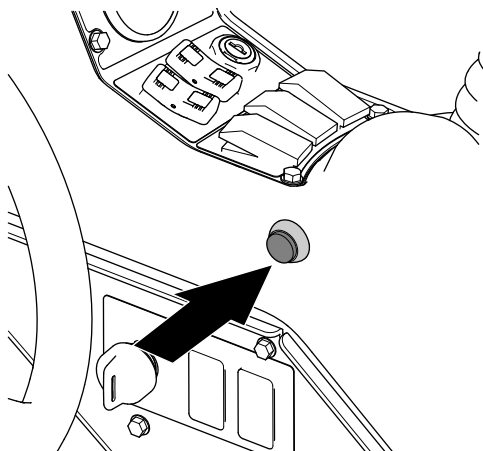

Figura 240
7. En la máquina, mueva el interruptor de sección maestro a la posición de ACTIVADO (Figura 240).